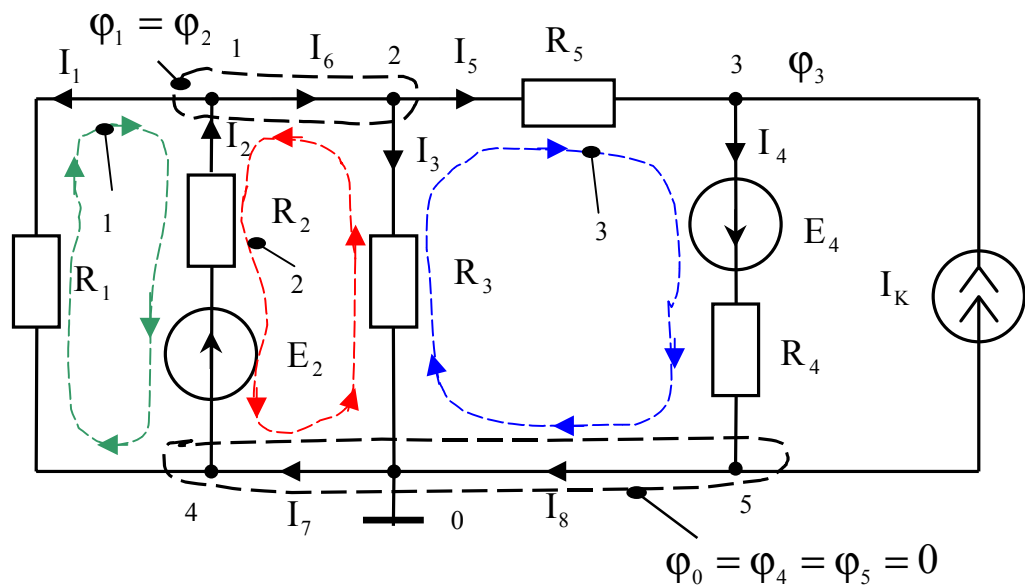

Рис. 4
Система уравнений общего вида (6), составленная для схемы рис. 4, представляется следующей системой уравнений для определения потенциалов φ_2 и φ_3 :